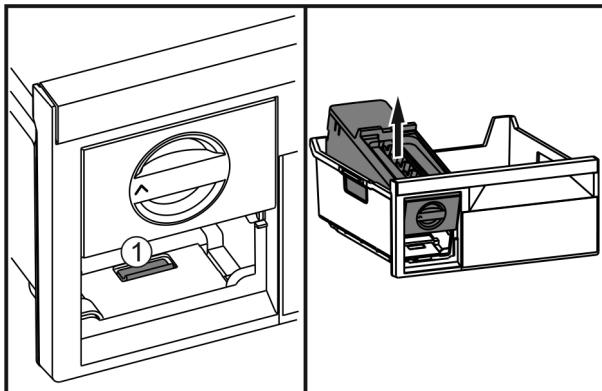

Fig. 54
- ▶ Нажать на накладку Fig. 54 (1), EasyTwist-Ice поднять сзади и вынуть из выдвижного ящика морозильника.